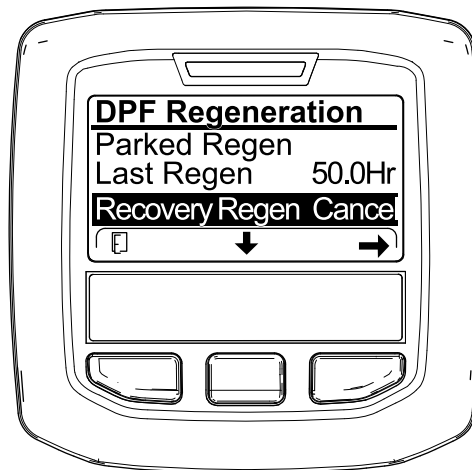
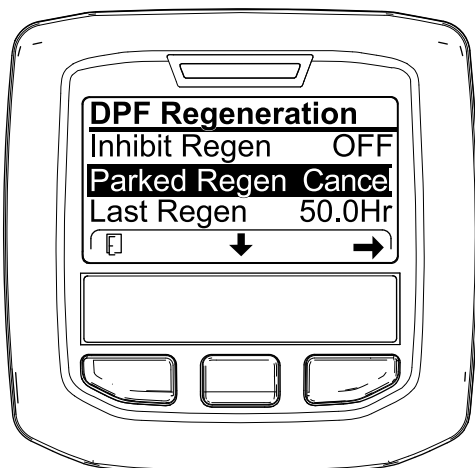

Рисунок 68
Рисунок 67
1. Перейдите к меню регенерации DPF (Рисунок 67).
2. Нажмите среднюю кнопку, чтобы перейти вниз к опции PARKED REGEN CANCEL (ОТМЕНА СТАЦИОНАРНОЙ РЕГЕНЕРАЦИИ) (Рисунок 67) или к опции RECOVERY REGEN CANCEL (ОТМЕНА ВОССТАНОВИТЕЛЬНОЙ РЕГЕНЕРАЦИИ) (Рисунок 68).
3. Нажмите правую кнопку для выбора опции Regen Cancel (Отмена регенерации) (Рисунок 67 или Рисунок 68).